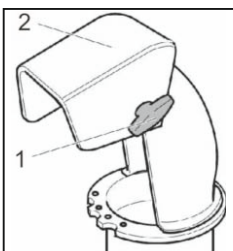

Рис. 17
10.2. Изменение дальности выброса снега (Рис. 17)